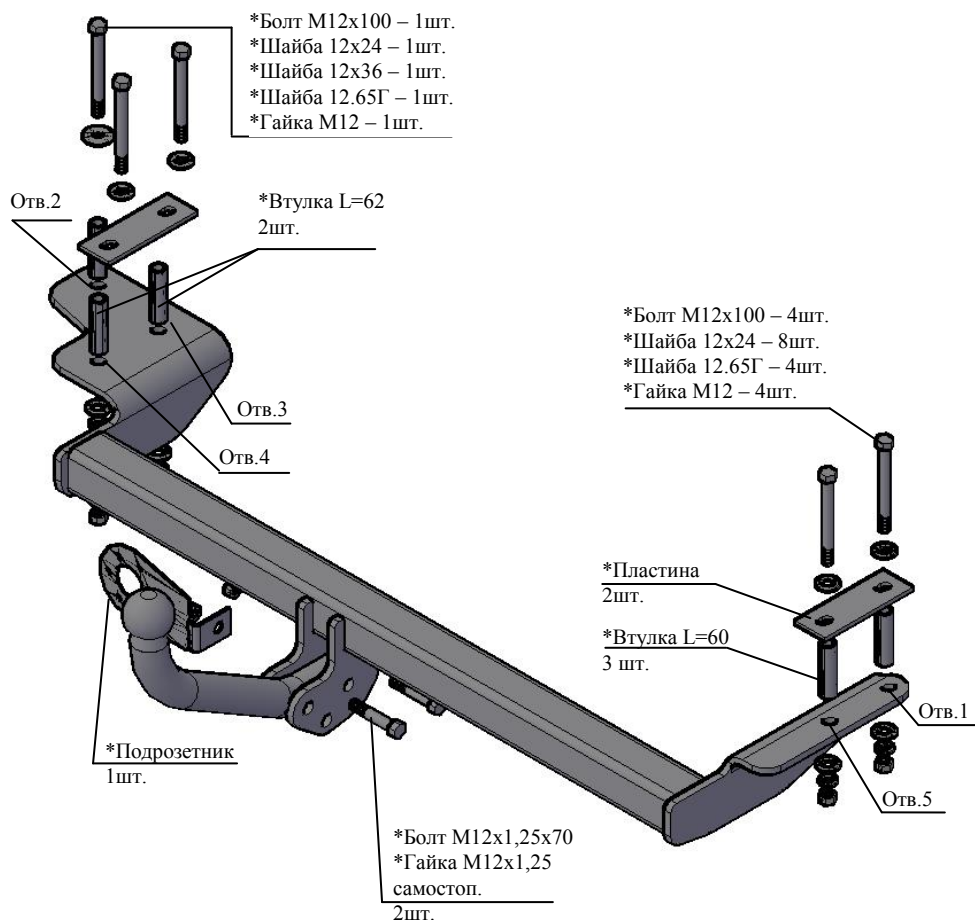

Рис.1 Тягово-сцепное устройство 9410
2.1 ТСУ 9410 в сборе (рис.1)	1 шт.
2.2. Пакет комплектующих (рис.1)